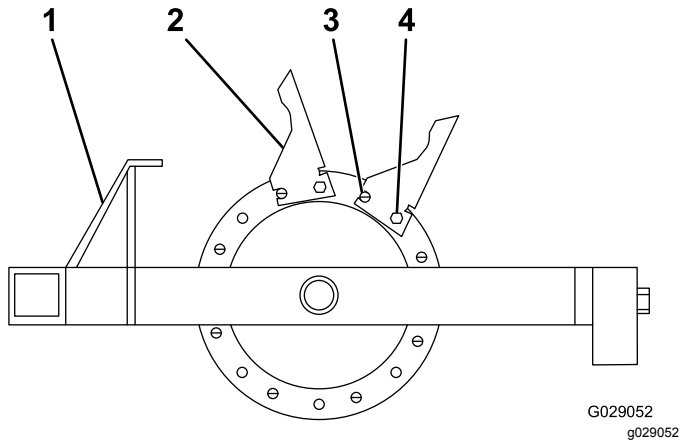

図 9
1. 図 9 に示すように、外側のキャストリングからタイヤを取り付ける。
2. キャスティングにタイヤ8本全部を、ロールピンとボルト $\frac{1}{2}$ インチ x $1\frac{3}{4}$ インチで取り付ける。ロールピンが前側にくるのが正しい取り付けである図 9。